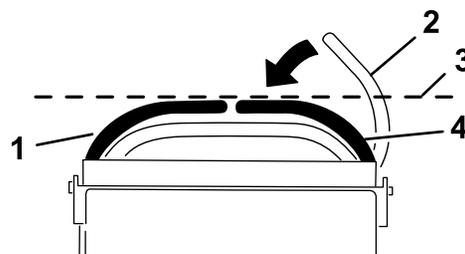

Рисунок 60
4. Проверьте горизонтальное выравнивание рычагов управления движением (Рисунок 60).